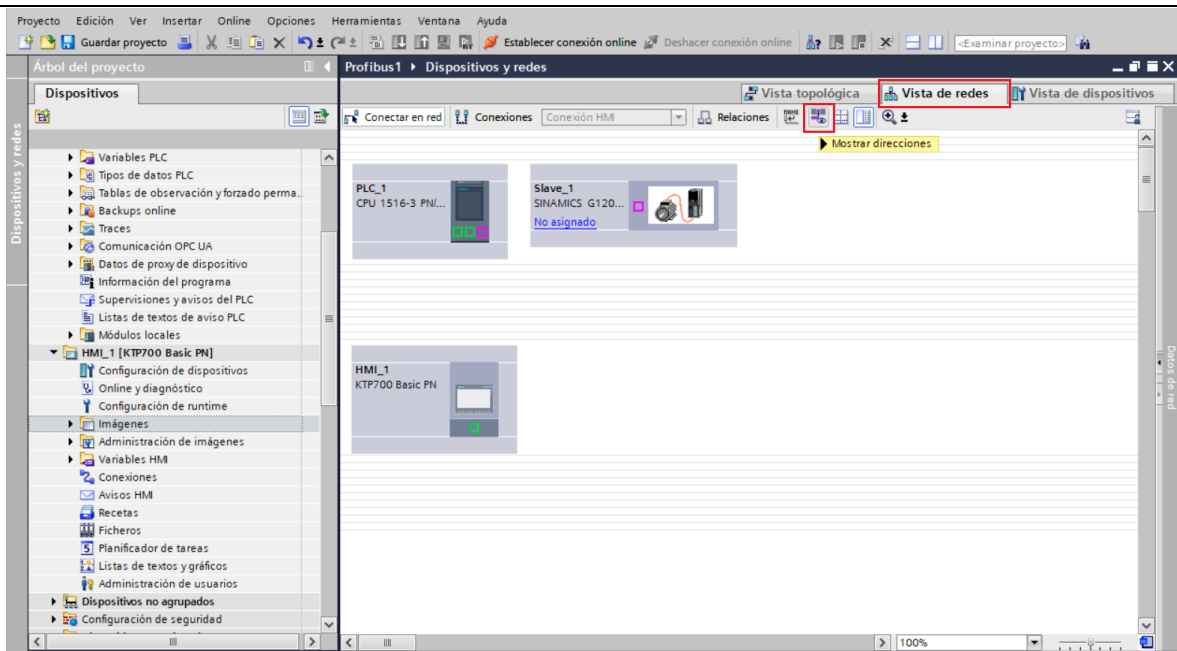

Figura 18. Mostrar direcciones.
- Para asignar la dirección a los dispositivos se debe hacer clic sobre **“Vista de redes” / “Mostrar direcciones”** (ver Figura 18).